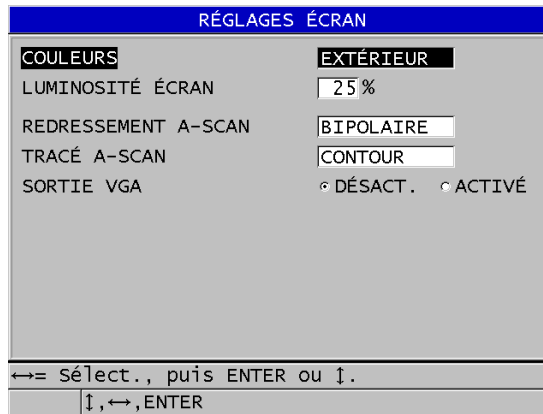

Figure 4-3 Écran RÉGLAGES ÉCRAN
2. Dans l'écran **RÉGLAGES ÉCRAN** (voir la Figure 4-3 à la page 64), sélectionnez le paramètre désiré et la valeur des paramètres suivants :